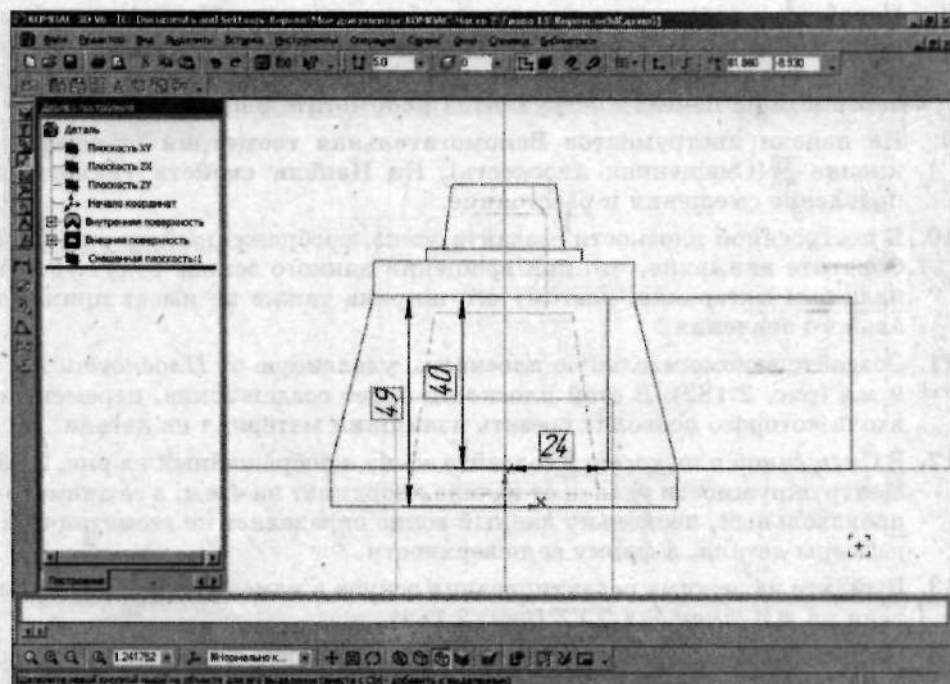

Рис. 2.181. Чтобы создать ребра жесткости, вращайте эскиз
10. В построенной плоскости создайте эскиз, изображенный на рис. 2.181. Обратите внимание, что при вращении данного эскиза будут удалены излишки материала, поэтому его ширина также не имеет принципиального значения.